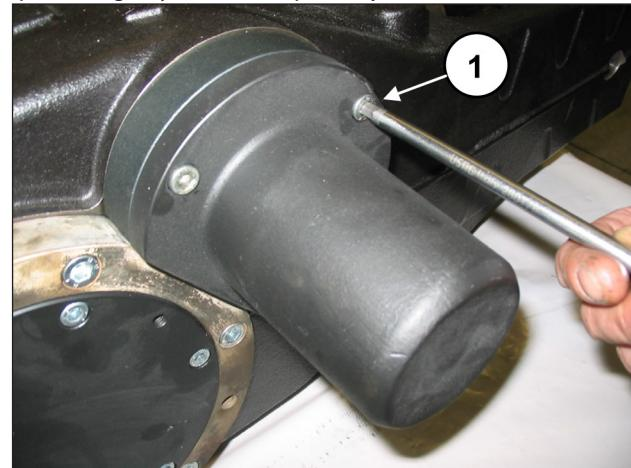

Fig. 8
Quitar los tornillos de fijación de la tapa del extremo del eje (pos. ①, Fig. 8) y extraer la tapa del eje de PTO.